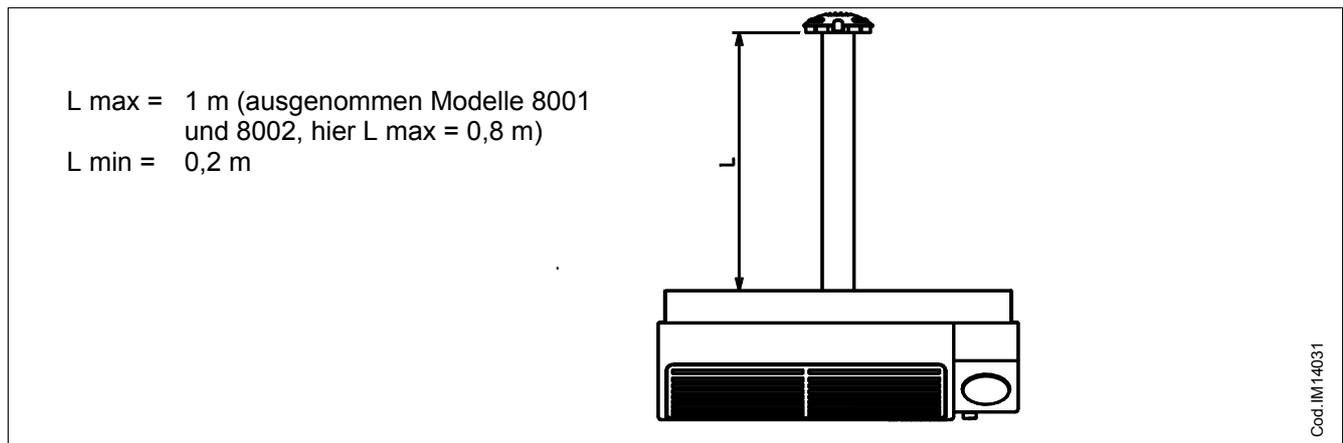

Abb. 4 - INSTALLATION MIT KOAXIALROHREN
- mit Koaxialrohre, Austritt an der Montagewand (siehe Abb. 4)